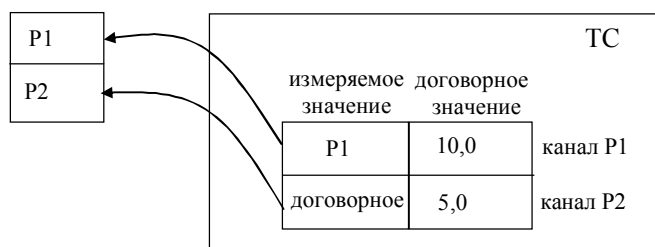

Рисунок 6.3
**3** - В каждом канале расхода, температуры и давления параметр может быть задан как измеряемым, так и договорным (см. дополнительные настройки ТС - Приложение Д3.1-2). Например (см. рисунок 6.3): в случае отказа ПД в канале Р1, при выборе соответствующего типа реакции на НС, вместо измеренного значения давления, в расчетах, будет использоваться договорное значение, а в канале Р2 – всегда используется только договорное значение и для этого канала не задаются верхнее и нижнее пороговые значения.